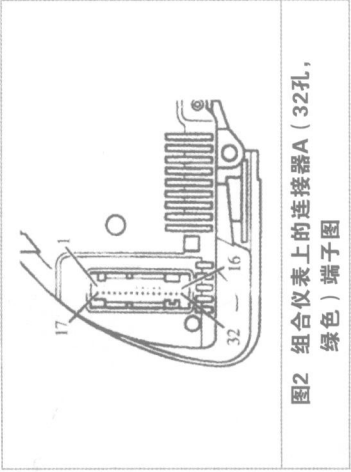

图2 组合仪表上的连接器A（32孔，绿色）端子图
- 2) 组合仪表上的连接器A（32孔，绿色）端子图如图2所示，端子说明表如表3所示。